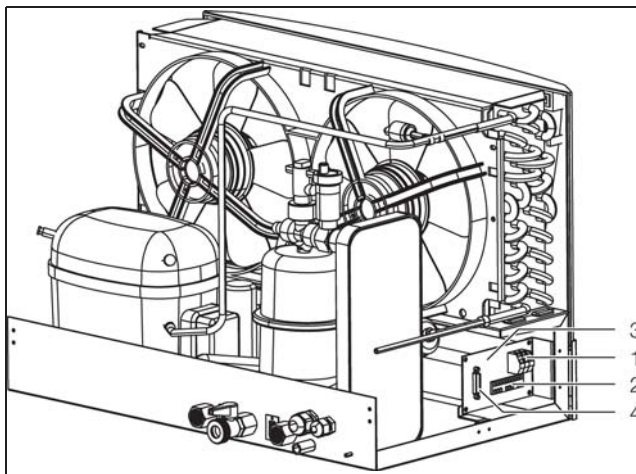
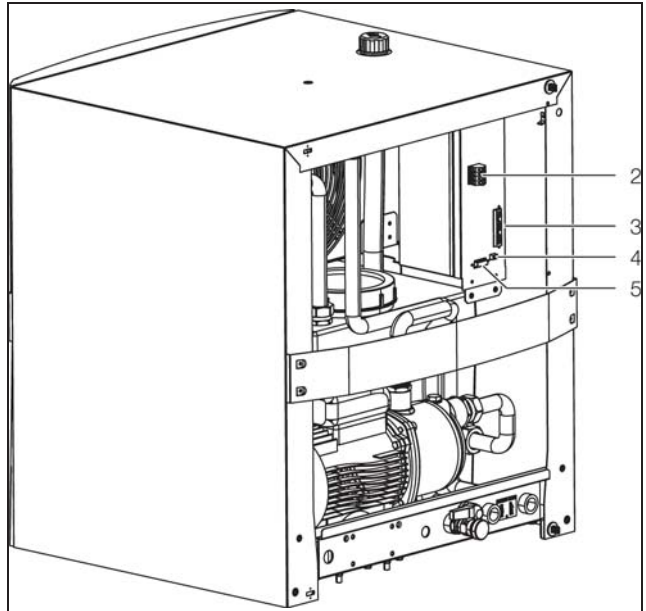
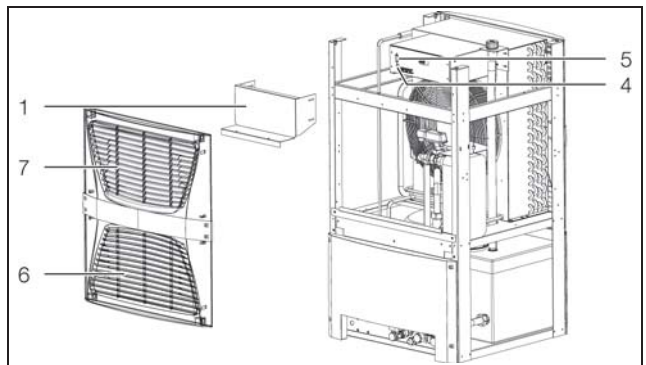

Abb. 41: SPS-Anschluss (3318.600, 3318.610 und 3319.600, 3319.610)
Abb. 43: SPS-Anschluss (3320.600 und 3334.600)
Abb. 44: SPS-Anschluss (3334.660)
- Schließen Sie das Kabel an der 15-poligen Sub-D-Buchse an (Abb. 41, Pos. 4).
- Schließen Sie das Kabel an der 15-poligen Sub-D-Buchse an (Abb. 43, Pos. 5).
- Demontieren Sie die Lamellengitter (Abb. 44, Pos. 6 und 7) an der Rückseite des Chillers.
- Schließen Sie das Kabel an der 15-poligen Sub-D-Buchse an (Abb. 44, Pos. 5).
- Schließen Sie das Anschlusskabel am Elektroschaltkasten am Steckkontakt B5 an (Abb. 41, Pos. 3, Abb. 43, Pos. 4 bzw. Abb. 44, Pos. 4).